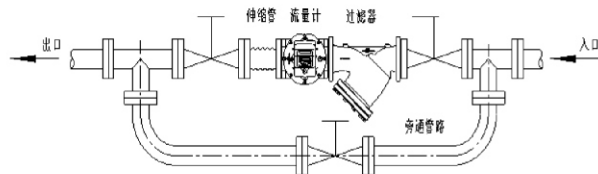

图6水平安装
b) 水平安装(见图6): 水平安装时, 流量计进出口端轴线应不低于管道轴线, 以防止气体中的杂质滞留在流量计内, 影响正常运转。同时应使流量计法兰与过滤器法兰直接对接。